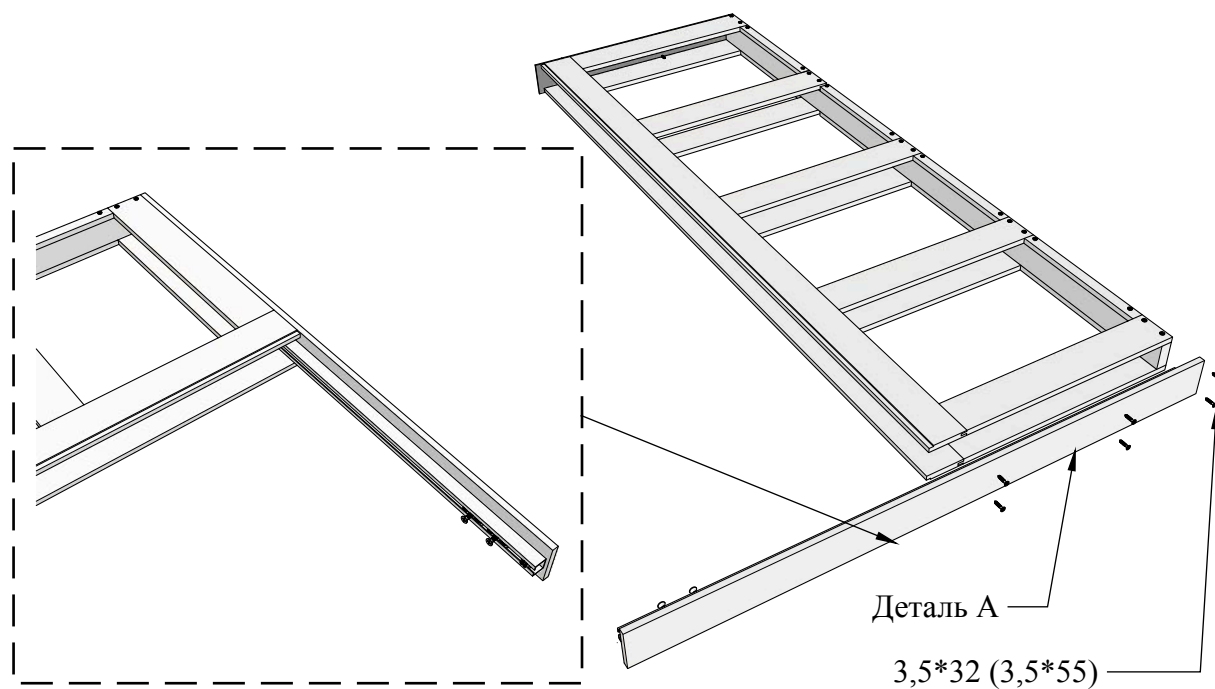

Рисунок 13
4.6 Установить верхний элемент (деталь А) и закрепить саморезом 3,5\*32 (Рис. 13). Если верхний элемент толщиной 30 мм , то закрепить саморезами 3,5\*55.